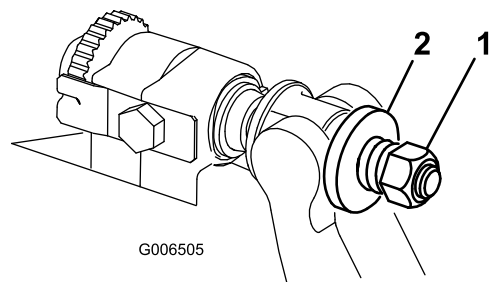

図 33
6. スプリングがつぶれるまでテンションナットを締め、そこから半回転戻す図 33。